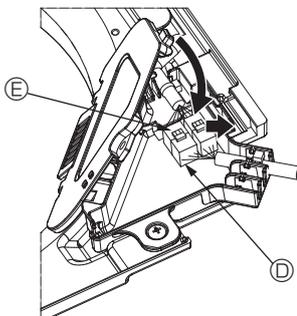

Fig. 6-10
- ③ Nach dem Positionieren der Kabel im Anschlusskasten den Anschlusskastendeckel schließen. Sicherstellen, dass die Kabel nicht eingequetscht werden. (Fig. 6-10) Beim Schließen des Anschlusskastendeckels den Deckel in Pfeilrichtung schieben und darauf achten, dass die Haltenase fest eingesetzt ist.